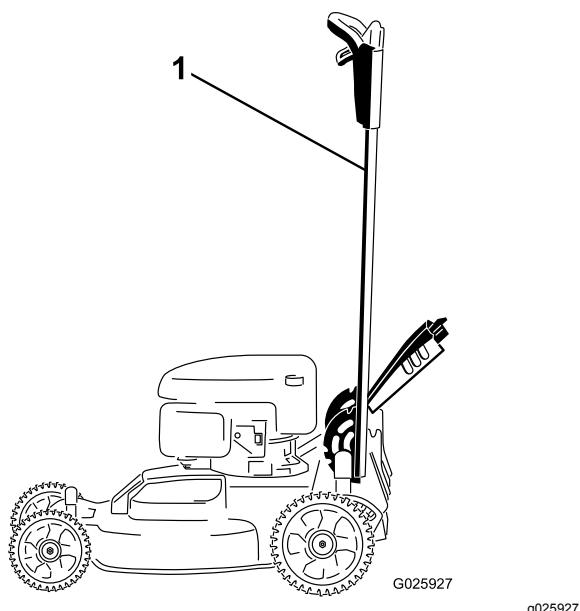

Figura 37
1. Bloquee el manillar en la posición vertical (Figura 37); consulte Ajuste de la altura del manillar (página 13).